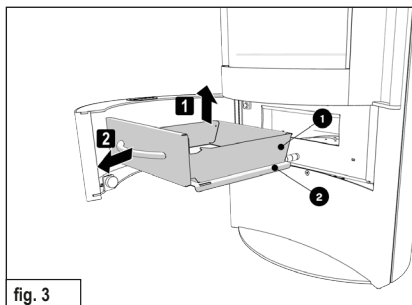

fig. 3
- ▶ Trek de aslade (❶) met het afdekking (❷) aan het handvat naar buiten. (fig. 3).